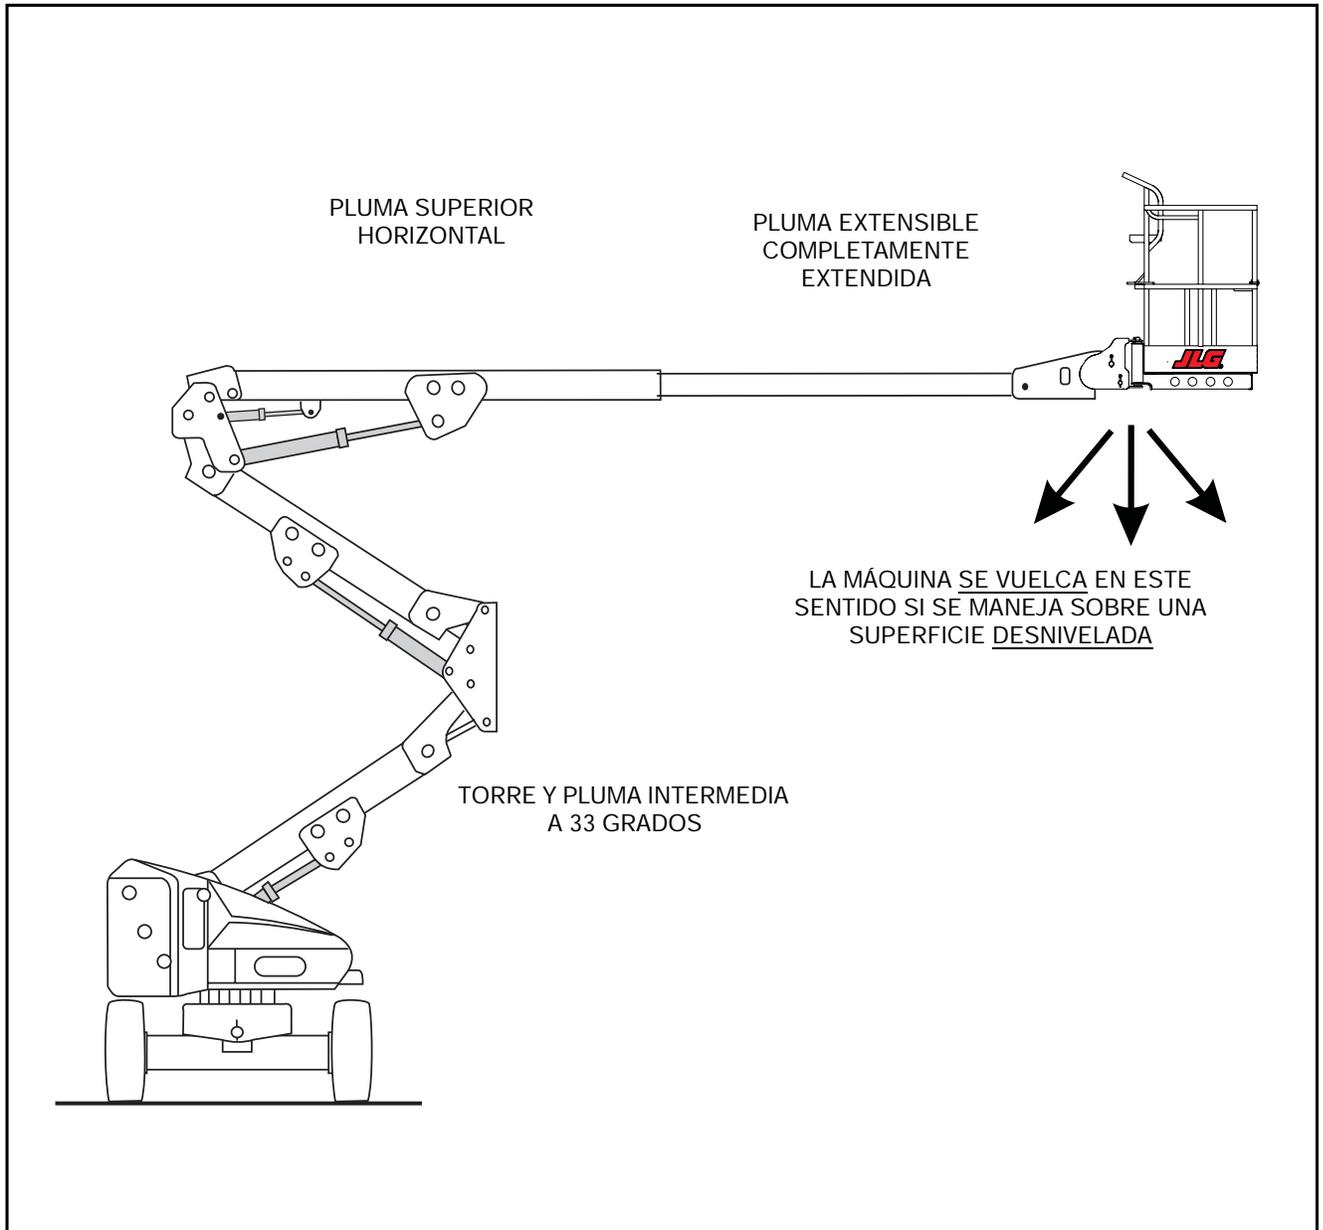
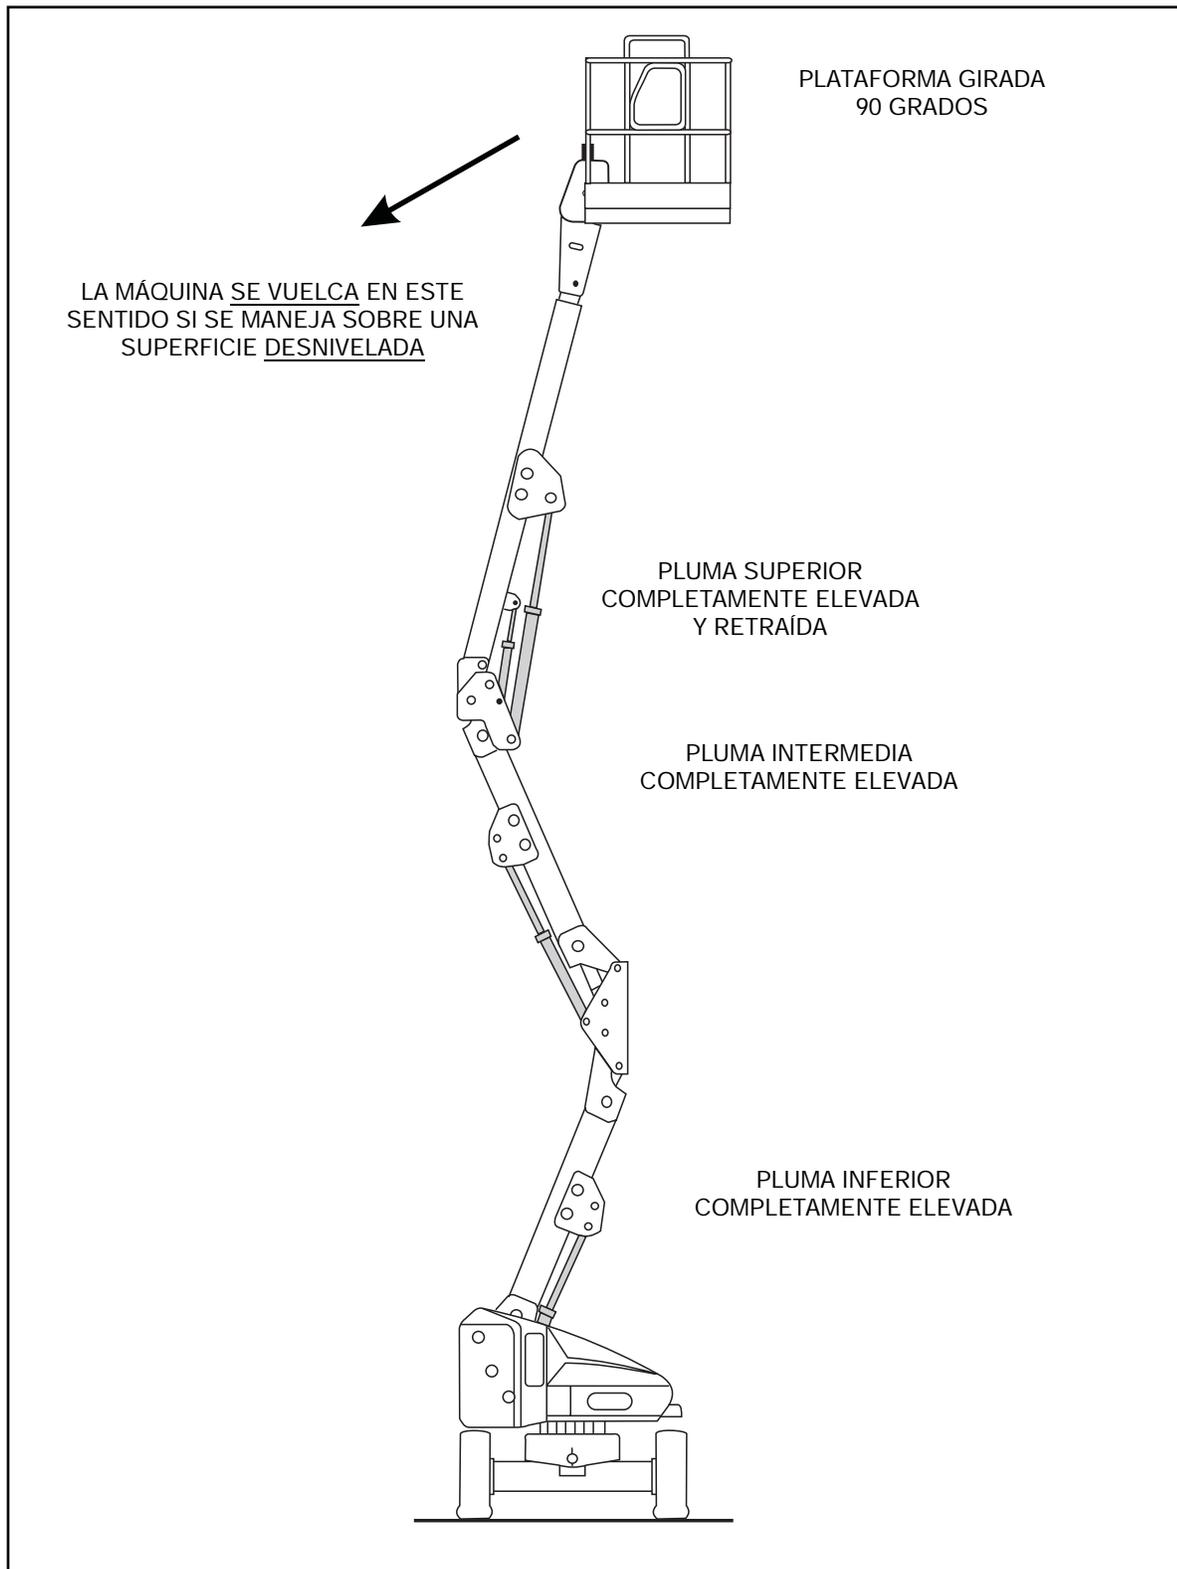

Figura 3-1. Posición de estabilidad delantera mínima
Figura 3-2. Posición de estabilidad trasera mínima
La estabilidad de la máquina depende de dos (2) condiciones, las cuales se denominan estabilidad DELANTERA y estabilidad TRASERA. La posición de la máquina que ofrece la estabilidad DELANTERA mínima se ilustra en la Figura 3-1; la posición que ofrece la estabilidad TRASERA mínima se ilustra en la Figura 3-2.